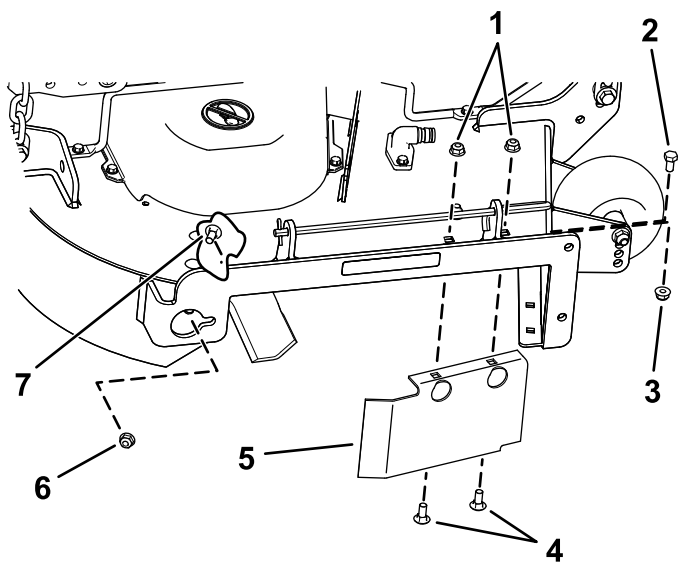

Figura 17
8. Îndepărtați urubul de fixare (5/16" x 3/4") și contrapiulița (5/16" x 3/4") de pe peretele spate al punii mainii de tuns iarba, care fixează deflectorul pe punte (Figura 17).
13. Montați elementele de fixare îndepărtate anterior pe orificiile părții frontale a plăcii de evacuare și pe orificiul față al punii (Figura 17).
9. Localizați protecția deflectorului de la marginea frontală a deschiderii evacuării laterale (Figura 17).
10. Îndepărtați elementele de fixare care fixează protecția deflectorului și deflectorul drept pe puntea mainii de tuns iarba (Figura 17).